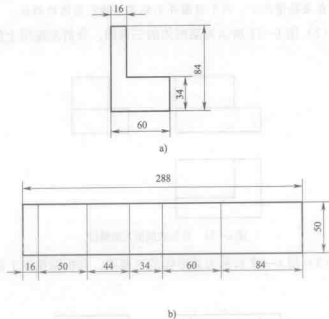

图 1—8 制作沙发模型
(1) 要明白正投影的投影线的两个特点: 投影线互相平行, 投影线和投影面垂直。
(2) 懂得正投影图的特点: 能准确地反映物体某些结构的真实形状和大小。
(3) 为了更好地学习视图的知识, 一定要用硬纸板糊制一个如教材图 1—13b 所示的沙发模型, 其展开图的形状和尺寸如图 1—8 所示。